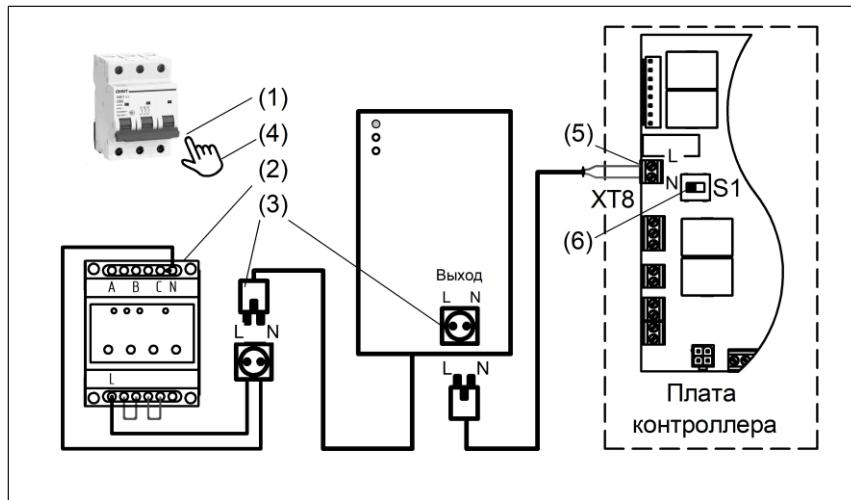

Рисунок 28. Схема подключения переключателя фаз
- (1) Отключить общий автоматический выключатель.
- (2) Смонтировать переключатель фаз согласно рис. 28.
- (3) Подключить стабилизатор к сети.
- (4) Включить автоматический выключатель.
- (5) Убедиться в наличии фазы на верхнем контакте колодки **ХТ8** платы контроллера.
- (6) Перевести переключатель **S1** из правого положения в левое положение.